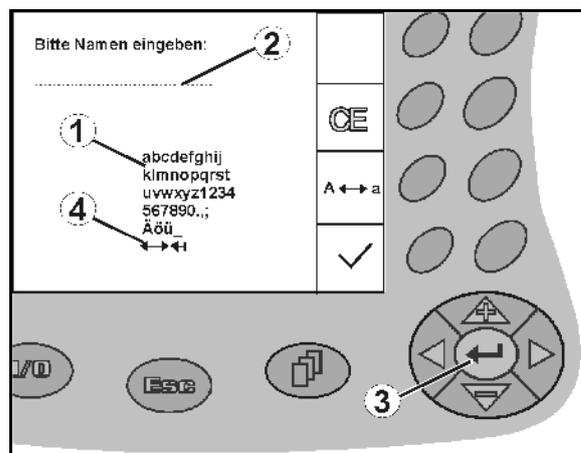

Рис. 12
В случае необходимости ввода текста или чисел на дисплее AMATRON⁺ появляется меню ввода (Рис. 12).
В нижней части дисплея появляется поле выбора (Рис. 12/1) с буквами, цифрами и стрелками, с помощью которых формируется строка ввода (Рис. 12/2) (содержащая текст или числа).
,  ,  ,  выбор букв или цифр в поле выбора (Рис. 12/3).
-  ввод выбранных цифр и букв в строку ввода (Рис. 12/3).
Указатели в виде стрелки  , расположенные в поле ввода (Рис. 12/4), позволяют перемещаться внутри текста в строке ввода.
Указатель в виде стрелки  , расположенный в поле ввода (Рис. 12/4), позволяет удалять последнее введенное значение.